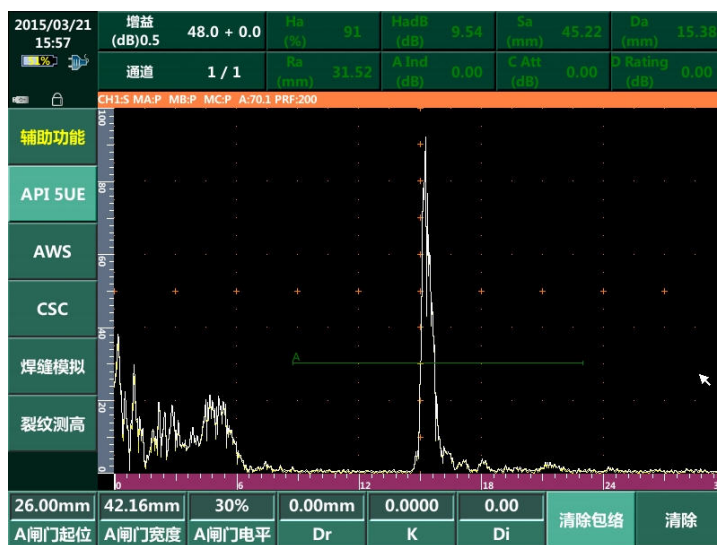

图 2-5 API 步骤
- 3) 将探头放置到标准试块并确认耦合良好。移动探头，使屏幕形成 API 5UE 所要求的动态回波包络，如图 2-5 所示。